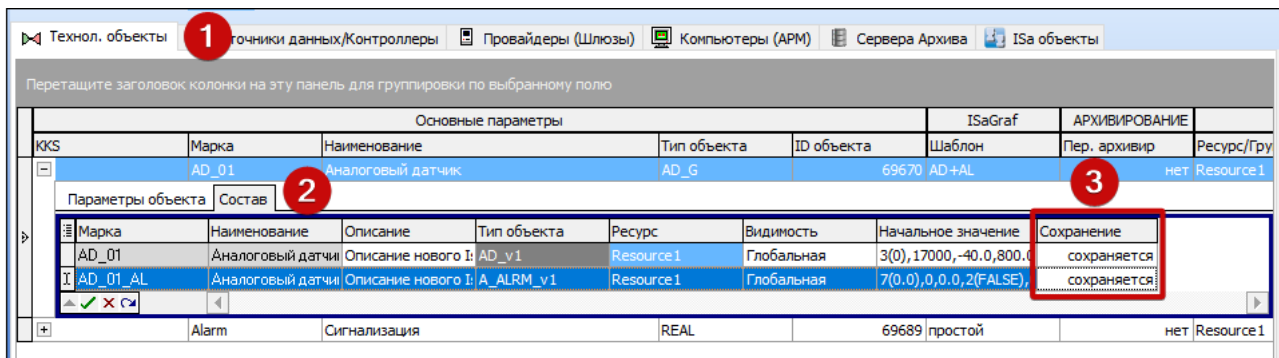

Рисунок 12.7. Присвоение статуса "Сохраняемая" каналу технологического объекта
- c) кликните двойным щелчком на одном из входов/выходов блока (рис. 12.7 [1]);
- d) в открывшемся окне "Отладочные данные для переменной" установите начальные значения (рис. 12.7 [2]);